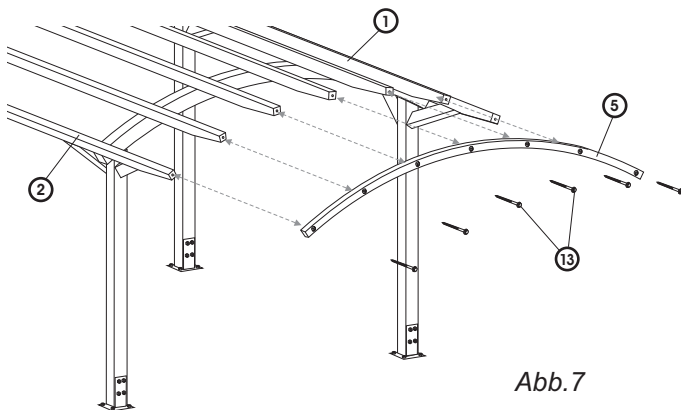

Abb. 7
e) Das bogenförmige Rähmholz ⑤ ist an den Latten ① und ② mit Holzschrauben M10/150 ⑩ mit Muttern ⑰ zu fixieren. (Abb. 7)